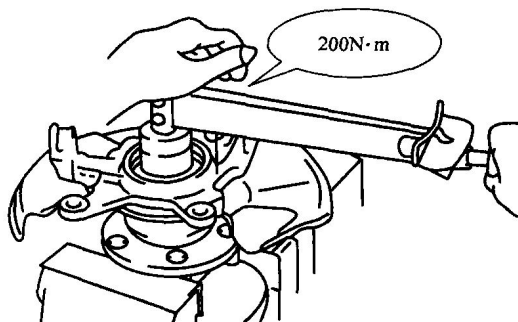

图 0-14 使用扭力扳手紧固有力矩要求的螺栓和螺母
4) 对于有力矩要求的螺栓和螺母等, 最后的拧紧应始终用扭力扳手来完成, 以便将其拧紧到规定值(图 0-14)。